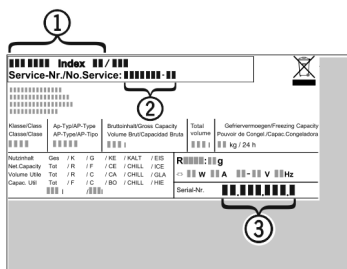

Fig. 7
- ▶ Odczytać z tabliczki znamionowej urządzenia Fig. 7 (1), nr serwisowy Fig. 7 (2) oraz numer seryjny Fig. 7 (3). Tabliczka znamionowa znajduje się po lewej stronie wewnątrz urządzenia.
- ▶ Poinformować serwis i podać opis zakłócenia, oznaczenie urządzenia Fig. 7 (1), nr serwisowy Fig. 7 (2) oraz numer seryjny Fig. 7 (3).